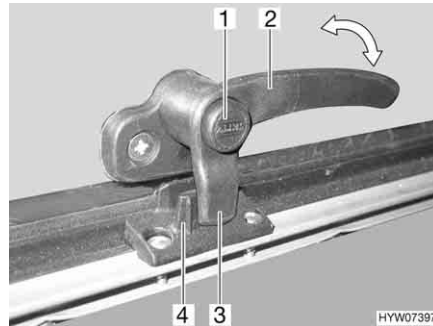
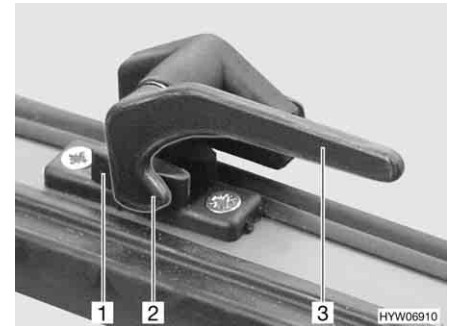

Fig. 88 Alavanca de trava com botão de segurança na posição "Fechada"
Fig. 89 Alavanca de trava na posição "Fechada"
- Se disponível, prima o botão de segurança (Fig. 88,1) e mantenha-o premido.
- Gire a alavanca de trava (Fig. 88,2 ou Fig. 89,3) um quarto de volta na direção do meio da janela.
- Gire a alavanca de trava (Fig. 88,2 ou Fig. 89,3) um quarto de volta em direção à moldura da janela. A ponta de trava (Fig. 88,3 ou Fig. 89,2) na alavanca de trava fica completamente assente na parte de dentro do dispositivo de bloqueio da janela (Fig. 88,4 ou Fig. 89,1).
- Na posição "Bem fechada" (Fig. 88 e Fig. 89)